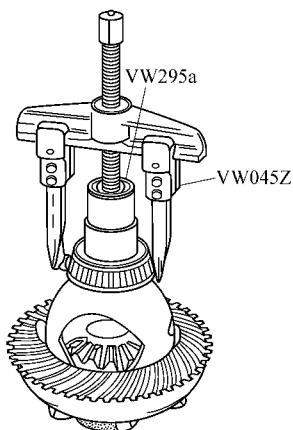

图 4 - 16 拆卸一侧
(3) 拆下差速器轴承(与从动锥齿轮相对的一边) ,如图 4 - 16 所示。
(4) 拆下差速器另一侧轴承 ,同时取下车速里程表主动齿轮和锁紧销。
(5) 拆下变速器侧面的油封。
(6) 从主减速器盖上拆下差速器轴承外圈和调整垫片 S1。
(7) 从变速器壳体上拆下差速器轴承的外圈和调整垫片 S2。注意 : 当更换差速器轴承时 ,轴承外圈需要一起更换 ,同时必须计算从动锥齿轮的调整垫片 S1 和 S2 的厚度。